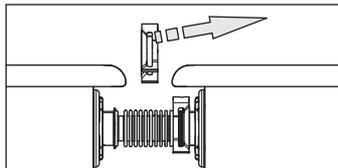
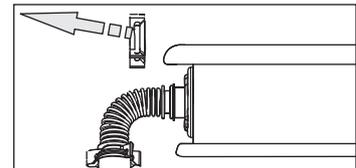

Fig. 3-66 Etape 1
Fig. 3-67 Etape 2
1. Désencliqueter les pinces de fixation de leur cran et les retirer (fig. 3-66 et fig. 3-67).
2. Retirer les coudes de raccordement (fig. 3-67).